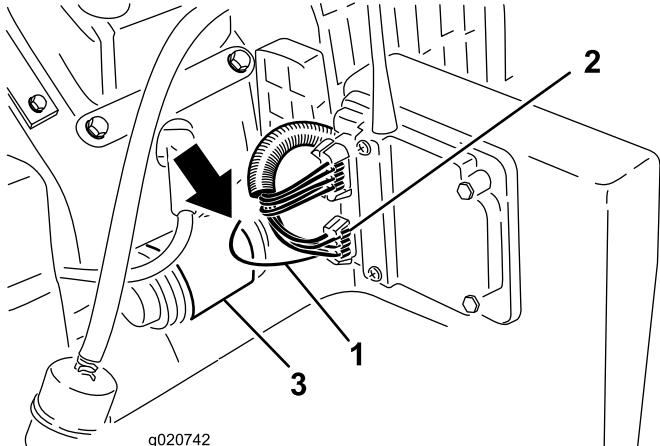

Bild 22
1. Finden Sie den gelben Draht mit schwarzen Streifen, der in das Kabelbaumrohr gesteckt ist, der vom 6-Pin-Anschluss am Empfänger kommt (Bild 22). Ziehen Sie den Draht aus dem Rohr.